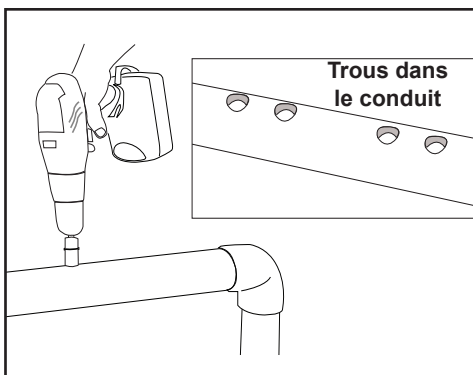

Figure 8. Percer les trous dans le conduit
7. Percer les trous dans le conduit à l'aide de la scie à trous fournie. S'assurer que les trous sont propres et lisses (Voir Figure 8).